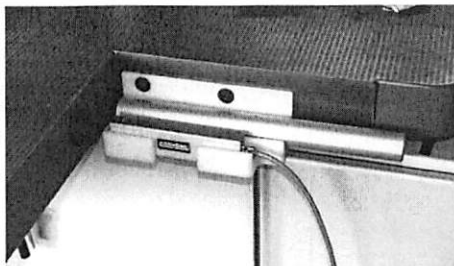

Abbildung 36 Halter für HSK-Schlüssel u. Zeromaster
- Sechskantstiftschlüssel aus Halterung entfernen (siehe Abbildung 36).